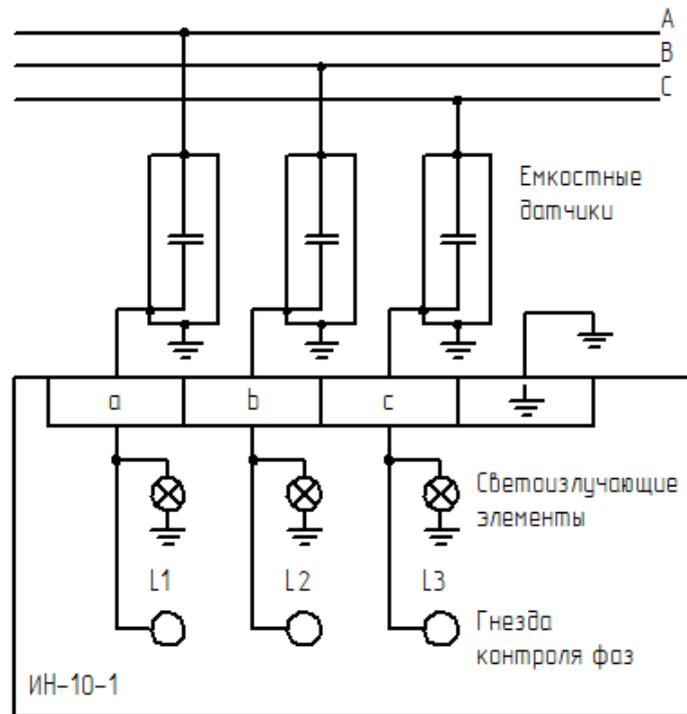

Рисунок 2 – Схема подключения емкостных датчиков и индикатора
2.10 Схема подключения емкостных датчиков и индикатора приведена на рис.2.
Монтаж индикатора напряжения ИН-10-1 производится на лицевой панели, в месте, удобном для визуального контроля. Подключение к датчикам напряжения производится проводом сечением не более 1,5 мм², при этом к клеммам L1, L2, L3 подключаются датчики напряжения на фазах А, В и С соответственно. Клемму заземления необходимо заземлить (рис. 2). Длина соединительных проводов - не более 12 м. После присоединения